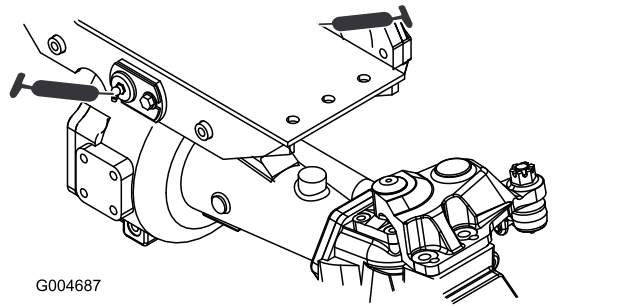

Figure 76
- 2 bagues de pivot d'essieux avant et arrière (Figure 76)